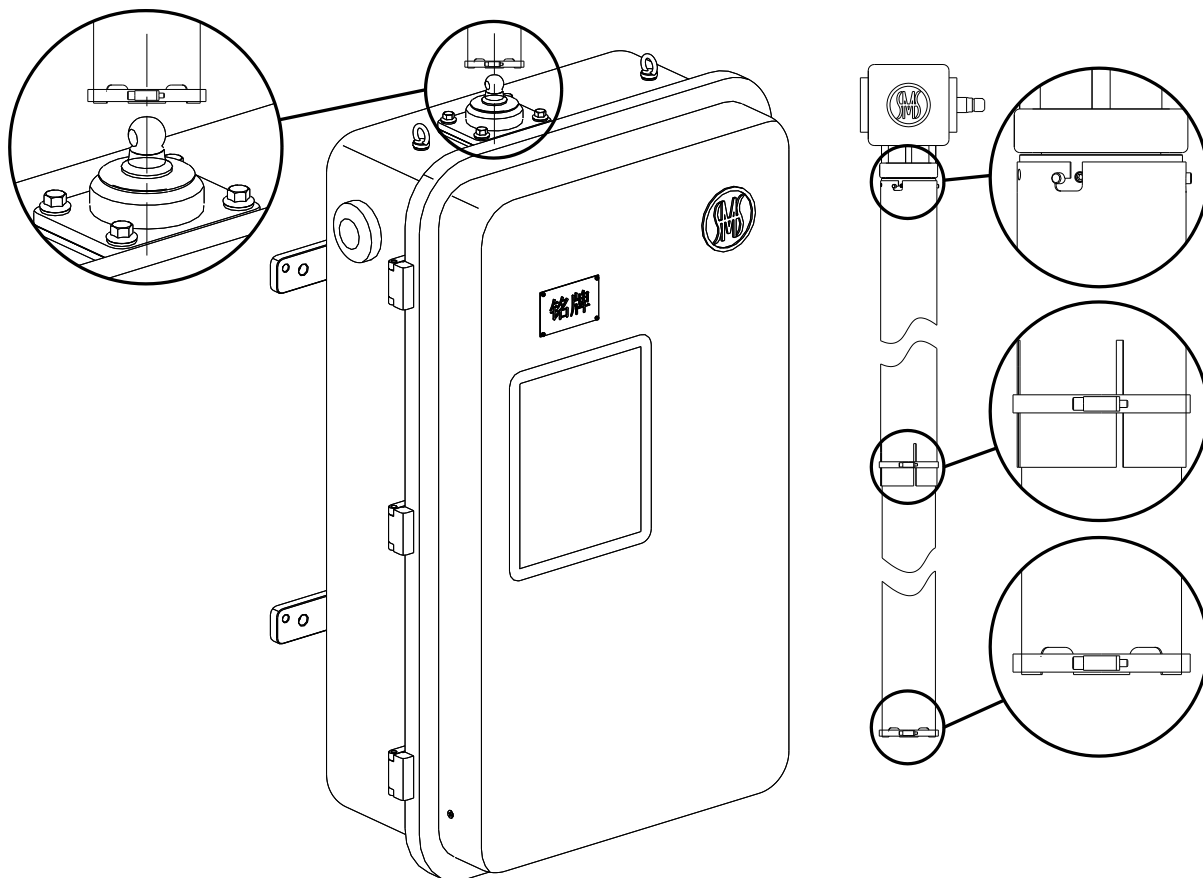

图 8-7
3. 将防护罩拉起至伞齿轮盒下端，套在衬套上，3 个缺口正对 3 个圆柱销，然后旋转防护罩，使圆柱销正好卡在横槽内。（见图 8-7）。
4. 把下部较细的防护罩套在电动机构输出轴外侧。（见图 8-7）。
5. 此时两根防护罩的已经定位，将防护罩上用 2 个卡箍卡住防护罩即可。（见图 8-7）